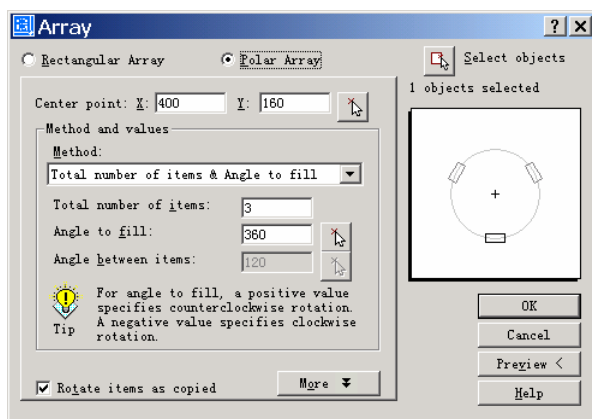
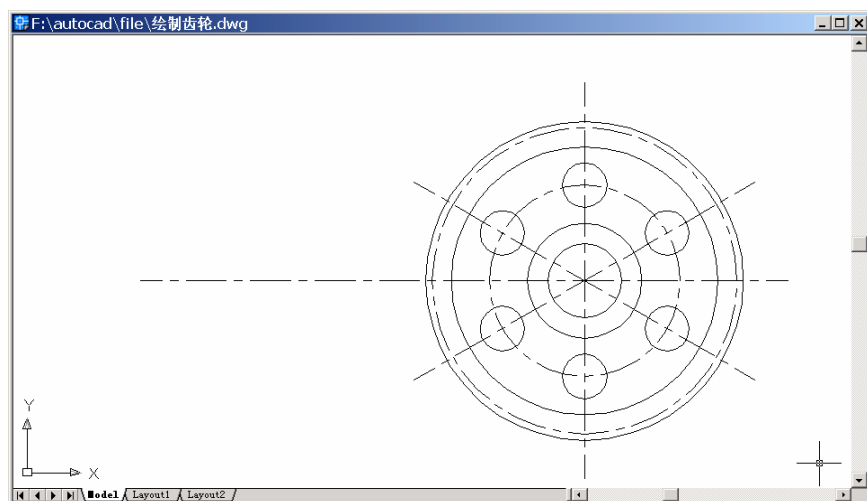

图 12.9 Array (阵列) 对话框设置
图 12.10 复制 3 条中心线
(6) 将图层“中心线”置为当前层, 再用 ARRAY 命令绘制出 3 条中心线, Array (阵列) 对话框设置如图 12.9 所示, 结果如图 12.10 所示。